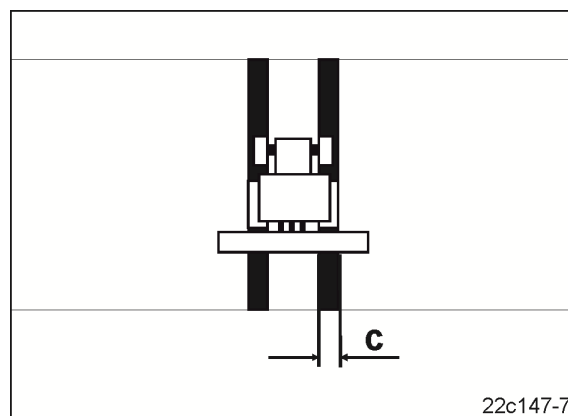

Рис. 84
- требуемая ширина следа колеи (Рис. 84/с).